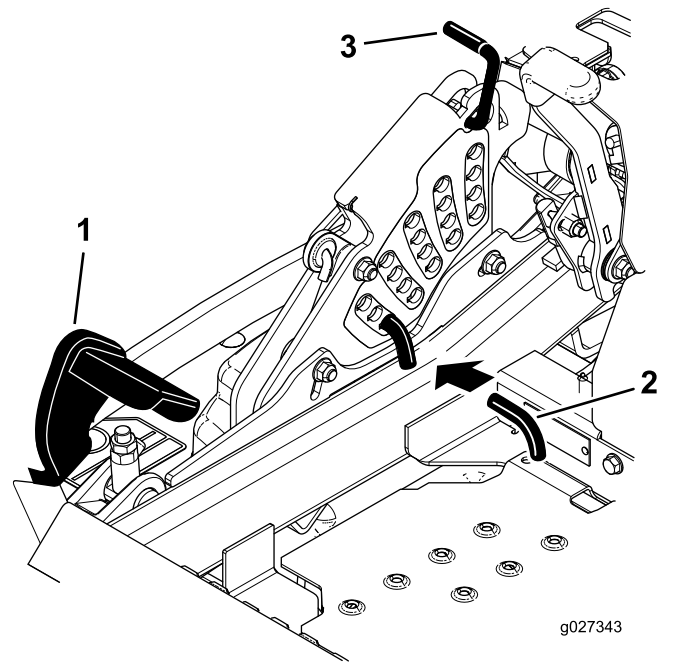

Figura 123
5. Pressione totalmente o pedal de elevação da plataforma e a plataforma tranca na posição de transporte de 14 cm (**Figura 123**).